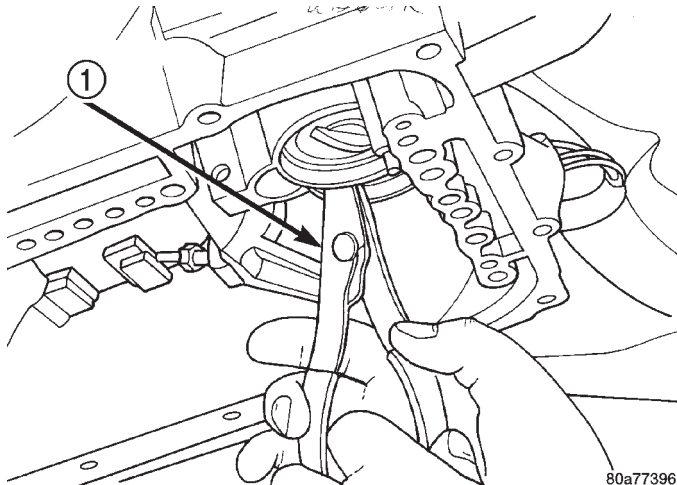

Fig. 73 Anillo de muelle del servo de baja y marcha atrás
(33) Instale el anillo de muelle del émbolo de baja y marcha atrás (Fig. 73).